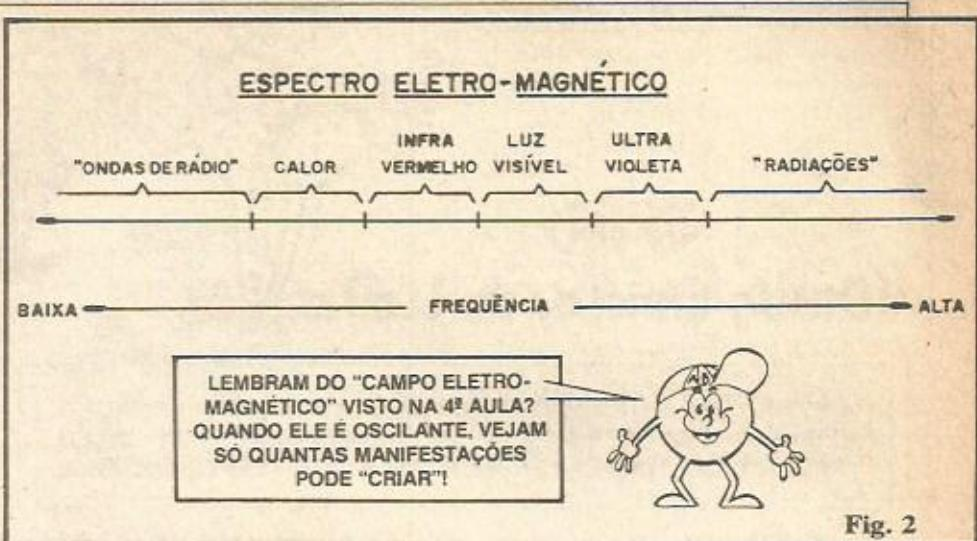

Fig. 2
- FIG. 2 - Vamos diagramar essa história de visível e não visível no espectro eletromagnético (termos aparentemente meio cabalísticos, mas que não têm nada de "incompreensíveis"....): a LUZ é uma forma de energia "irmã" do CALOR e das ONDAS DE RÁDIO! Todas essas manifestações são RADIAÇÕES ELETROMAGNÉTICAS, ou seja: uma OSCILAÇÃO (que se realiza em maior ou menor "ritmo") daquele mesmo "campo" que vimos quando falamos sobre os efeitos magnéticos da corrente ("Aula" nº 4, lembrem-se...?). A única diferença real entre essas várias manifestações (LUZ, CALOR, ONDAS DE RÁDIO, entre outras...) é justamente esse "ritmo" ou a FREQUÊNCIA da oscilação do campo eletromagnético que "propaga" ou "carrega" a tal forma de energia radiante...! Para que o Leitor/Aluno compreenda melhor, o esquema da fig. 2 mostra a escala das radiações eletromagnéticas. Todas as energias ao longo daquele gráfico, são rigorosamente da mesma "espécie", variando apenas a frequência dos respectivos campos eletromagnéticos (as oscilações MAIS LENTAS estão à esquerda, e as MAIS RÁPIDAS à direita...). Entre as manifestações de mais baixa frequência, dentro do espectro, estão as chamadas ONDAS DE RÁDIO (aqueles mesmo que "carregam" as informações - som e imagem - que se manifestam no seu aparelho de rádio AM ou FM, no seu